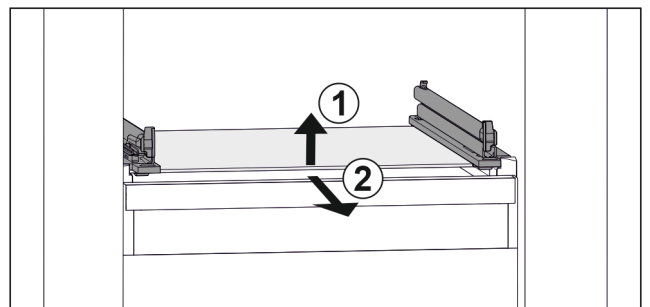

Fig. 140 Exempel på glashylla
- ▶ Lyft glashylla framtill. Fig. 140 (1)
- ▶ Ta ut glashylla framåt. Fig. 140 (2)